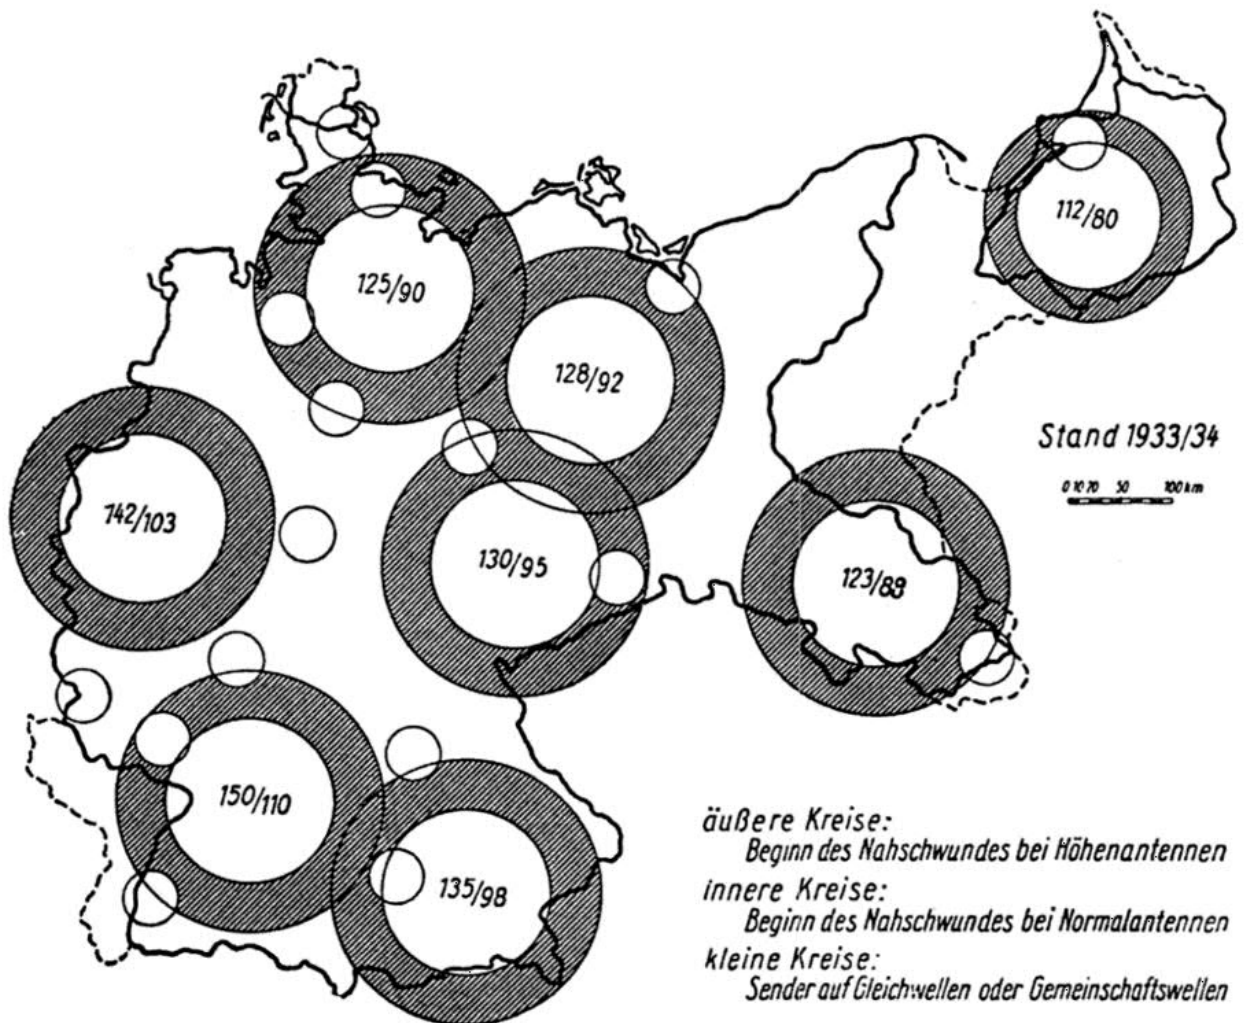

Bild 3.2: Schematische Darstellung der lückenhaften Rundfunkversorgung Deutschlands 1933/34 (ohne Deutschlandsender).
- mit einem verbesserten System des Gleichwellenrundfunks die bestehenden Versorgungslücken (Bild 3.2) schließen zu können [68];